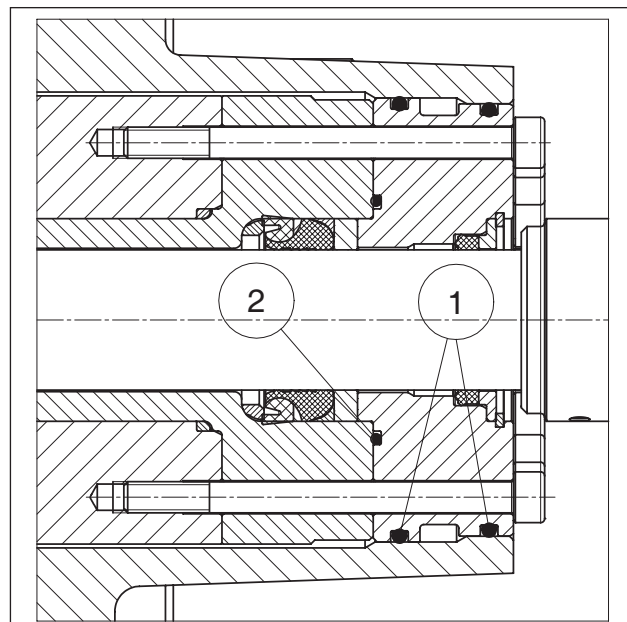
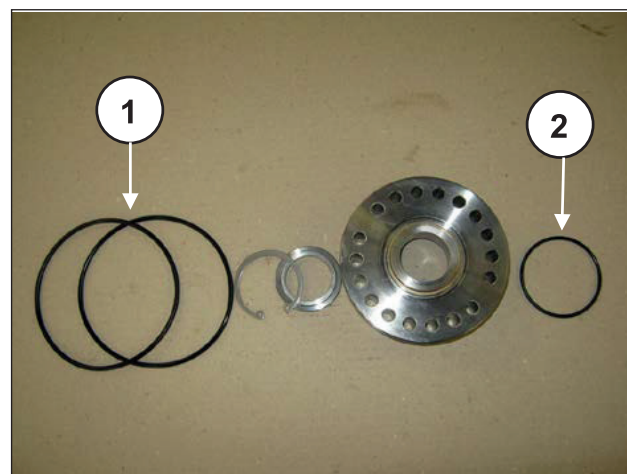

Fig. 206
Fig. 207
Rimontare il gruppo supporto tenute (Fig. 206 e Fig. 207) sostituendo i componenti ① e ②.